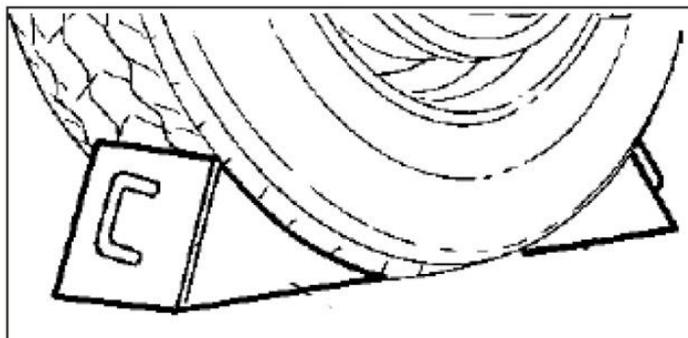

Рисунок 5.2 – Противооткатные упоры
- установить противооткатные упоры под колесо, противоположное поднимаемому (рисунок 5.2);